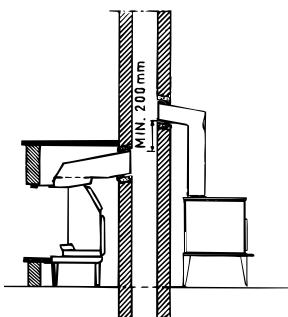

Fig. 1
**NB! Ved ovn i samme etasje bør ha røykuttak minst 200 mm høyere enn peisen (se fig. 1).**